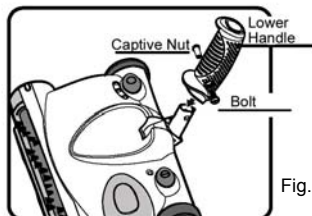

Fig. 2
2. Insérez la poignée inférieure. Attachez-la dans l'écrou et le boulon captifs fournis (Fig. 2).